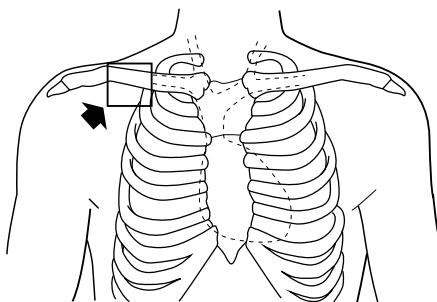

Рис. 1. Рекомендуемое место введения
1. Пациент должен иметь достаточное количество жидкости в организме, а голова и плечи должны быть расположены полностью горизонтально. Используя асептическую методику, подготовьте пациента к пункции подключичной вены. Выберите место введения (см. рис. 1).